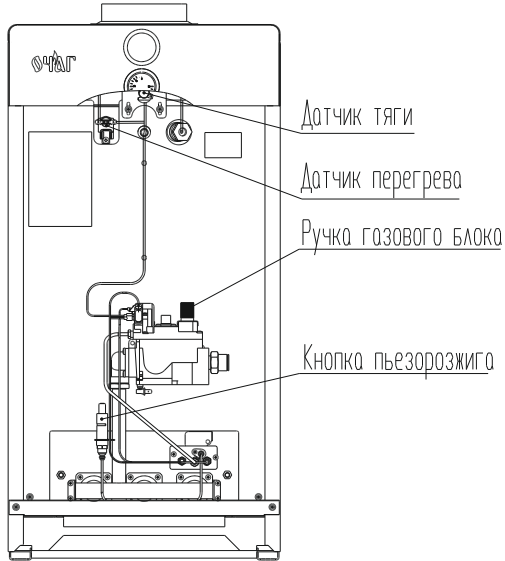

Рисунок 10 - - Особенности аппарата с газовым блоком 820 NOVA mV.
6.11. Порядок включения аппарата с газовым блоком 820 NOVA mV (рис. 10, 11)